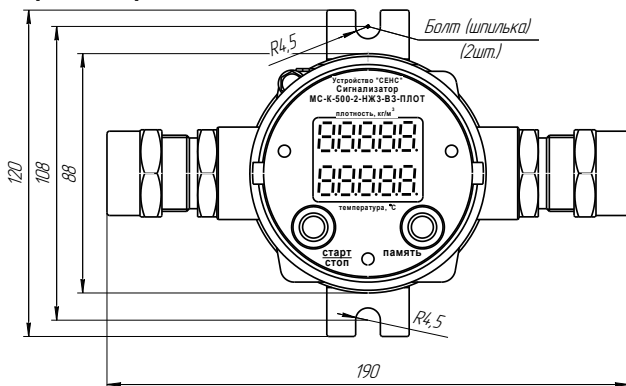

Рисунок 5
3.5.1 Крепление сигнализатора осуществляется к плоской поверхности при помощи двух болтов или резьбовых шпилек с гайками через кронштейн корпуса (рисунок 5).